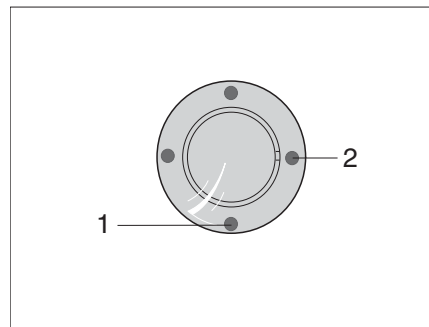
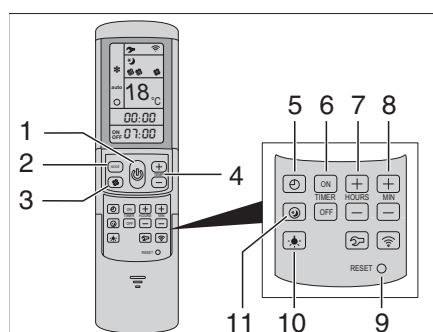

Fig. 255 Récepteur IR/Indication de fonctionnement
Fig. 256 Télécommande
La climatisation est montée sur le toit du véhicule. La télécommande (Fig. 256) pour la climatisation se trouve dans le coin cuisine.
La climatisation est prête à fonctionner. La DEL bleue (Fig. 255,1) s'allume.
- Pour la mise en service, appuyer sur la touche (Fig. 256,1) de la télécommande. La DEL bleue (Fig. 255,1) clignote.
- Régler le mode de fonctionnement désiré avec la touche MODE (Fig. 256,2).
- Si nécessaire, régler l'étage de ventilateur désiré avec la touche (Fig. 256,3) et la température ambiante avec les touches (Fig. 256,4).
Lorsque la température réglée sur la télécommande est atteinte, la DEL bleue (Fig. 255,1) s'éteint, le compresseur s'arrête et le ventilateur à air pulsé continue de tourner.
- Pour la mise hors service, appuyer à nouveau sur la touche (Fig. 256,1) de la télécommande.
- Pour la programmation, enclencher la climatisation avec la touche (Fig. 256,1) sur la télécommande.
- Régler le mode de fonctionnement désiré avec la touche (Fig. 256,2) et la température ambiante avec les touches (Fig. 256,4).
- Sélectionner la fonction désirée avec les touches (Fig. 256,6) :
- Avec les touches (Fig. 256,7 et 8), sélectionner la durée de commutation désirée (15 minutes à 24 heures).
- Confirmer le réglage avec les touches "ON" ou "OFF" (Fig. 256,6).